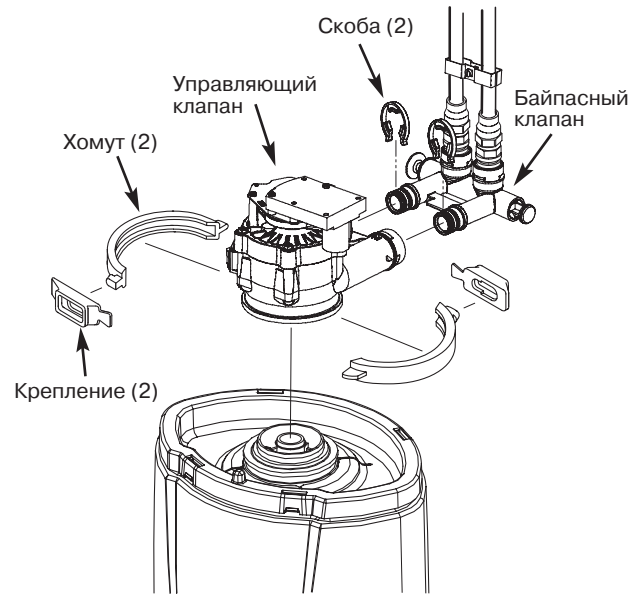

Рис. 8
5. Осторожно вытяните две скобы с входа и выхода установки. Извлеките концевики (или байпасный вентиль) из установки (рис. 8).